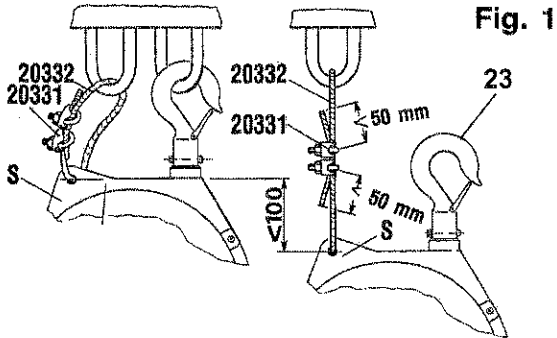

Fig. 2
**Opción 'B': mando desde abajo (Fig.2)**